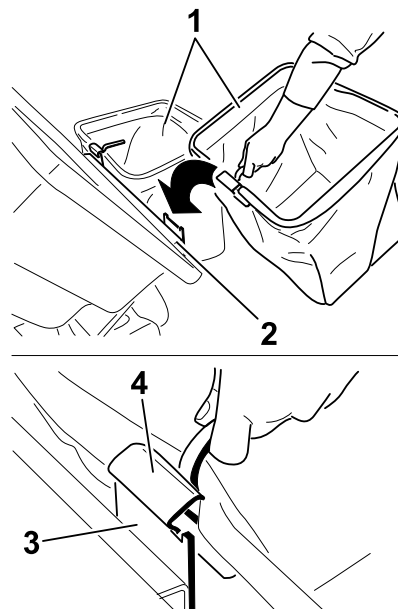

Figura 22
4. Levante la tapa del ensacador e instale las bolsas, colocando el enganche del bastidor de cada bolsa sobre los soportes de retención (Figura 22).